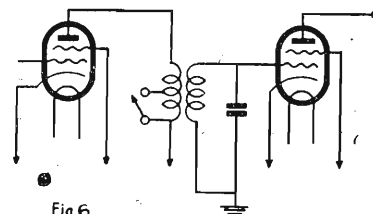

Fig. 6
4) Negli apparecchi a cambiamento di frequenza si può operare sul primario di uno dei trasformatori M. F., sia cortocircuitando una parte dell'avvolgimento, come si vede nella fig. 6, sia mettendo fuori circuito un condensatore fisso o semifisso di accordo, sia invece mettendo in circuito un secondo condensatore. Questo montaggio costi-